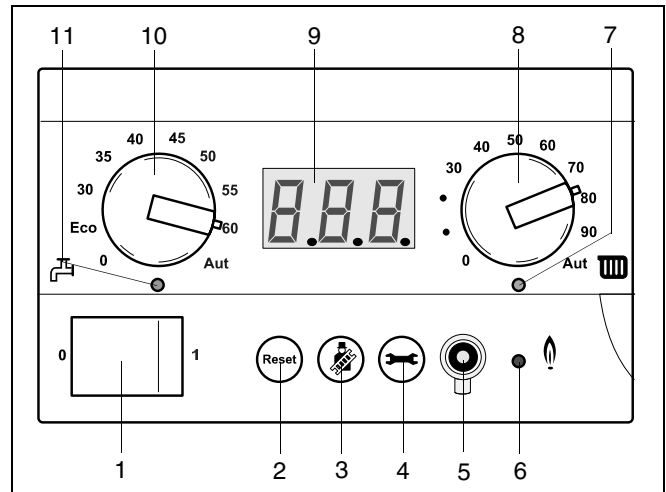

fig. 32 BC10
Instellen van de aanvoertemperatuur (→ fig. 32, [8])
Als het cv-toestel brandt tijdens cv-bedrijf, brandt de LED "Cv-bedrijf" (→ fig. 32, [7]) onder de draaiknop samen met de LED "Brander aan" (→ fig. 32, [6]).
Instellen van de tapwatertemperatuur (fig. 32, 10)
Als het cv-toestel in bedrijf is voor de tapwatervoorziening, dan brandt de LED "Tapwaterbedrijf" (→ fig. 32, [11]) onder de draaiknop samen met de LED "Brander aan" (→ fig. 32, [6]).
Indien het cv-toestel als naverwarmer van een zonneboiler functioneert, mag in verband met risico op de vorming van de legionellabacterie de instelknop (fig. 32, 10) niet op een lagere temperatuur dan 60 °C worden ingesteld. Tevens mag het cv-toestel in deze situatie niet worden uitgeschakeld.
- Maak de installatie spanningsloos door de netschakelaar op stand "0" te zetten (→ fig. 32, [1]).